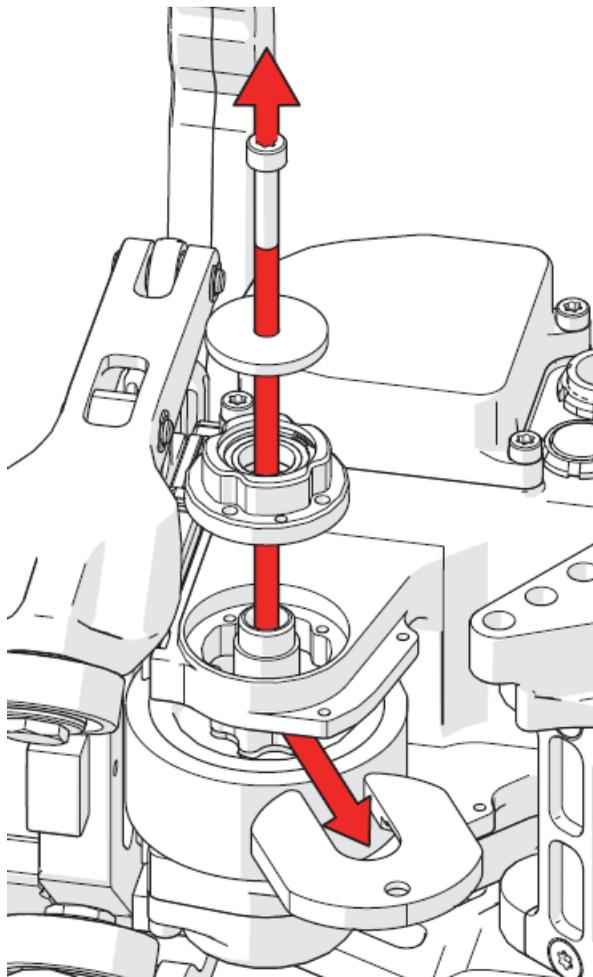

Figura 2-21 Extracción de las herramientas cabrestantes para la rueda de conducción
23. Desenrosque el tornillo cabrestante de la rueda y retírelo, junto con la arandela, el recinto del cojinete y la herramienta cabrestante para la rueda de conducción (ver Figura 2-21 en la página 102).